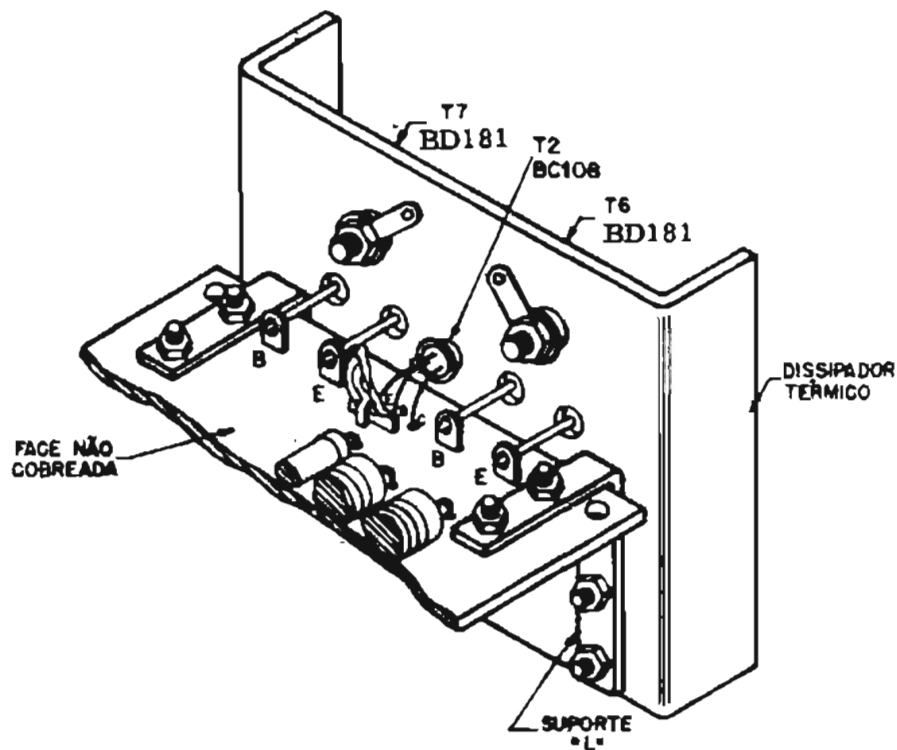

Figura 10 - Colocação de T2 (BC108) no dissipador térmico
- 12 - Fixe os dois suportes em forma de "L" à placa de fiação impressa, por meio de quatro parafusos 3×6 mm, sem apertar definitivamente as porcas. Note, na figura 10, que o lado mais curto do suporte fica em contato com a face não cobreada da placa.
- 13 - Coloque um pouco de graxa de silicone ou vaselina sólida no corpo de T_2 e encaixe-o no furo existente no dissipador térmico (veja figura 10). Encoste agora o dissipador aos suportes "L" de modo que as extremidades dos pinos de base e emissor de T_6 e T_7 encaixem nos orifícios dos quatro terminais, previamente soldados à placa de fiação impressa. Fixe o dissipador aos suportes "L"